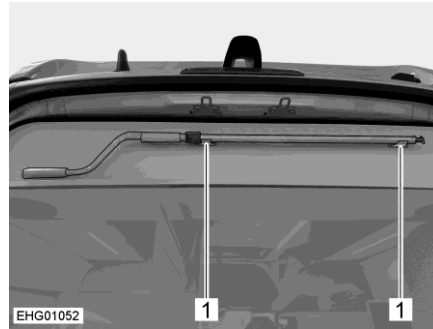

Fig. 13 Manovella nel supporto (dotazione opzionale)
- ▷ La manovella per la tenda è fornita di serie in dotazione separata. Come dotazione opzionale è disponibile un supporto (Fig. 13,1) per la manovella.